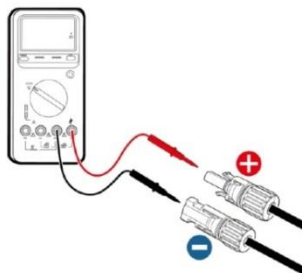

图 5.3 测量直流输入电压
(2) 直流连接器接好后，需用万用表测量直流输入组串电压，验证直流输入线缆的极性，同时确保每路组串电压在逆变器允许范围内，如图 5.3 所示。